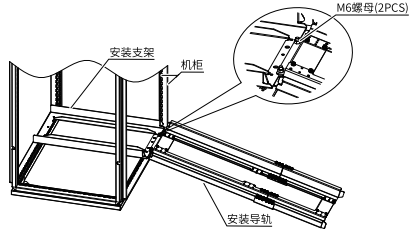

图5-39 安装导轨机柜内安装示意图
b. 将安装导轨前端的两个圆孔对准安装支架的螺杆，用2个M6螺母锁紧，将导轨安装到机柜上，如第80页“图5-39”所示。